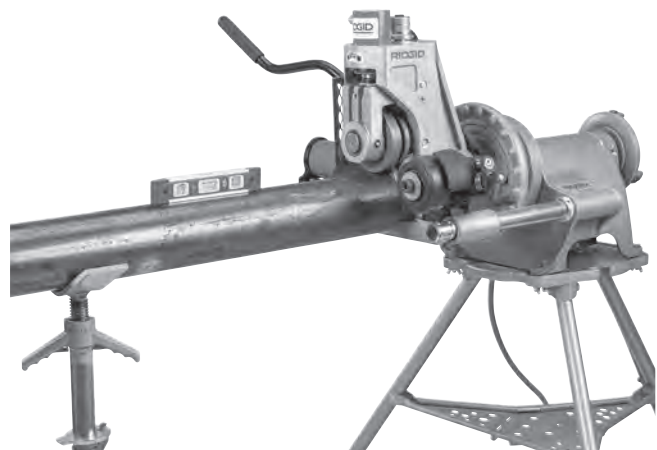

Abbildung 13 - Rohr nivellieren
- Die Mittellinie des Rohrs und die Mittellinie der Antriebswelle müssen parallel zueinander verlaufen. Dies kann mit einer Wasserwaage auf der Oberseite des Hydraulikzylinders und auf dem Rohr überprüft werden. *Siehe Abbildung 13.*